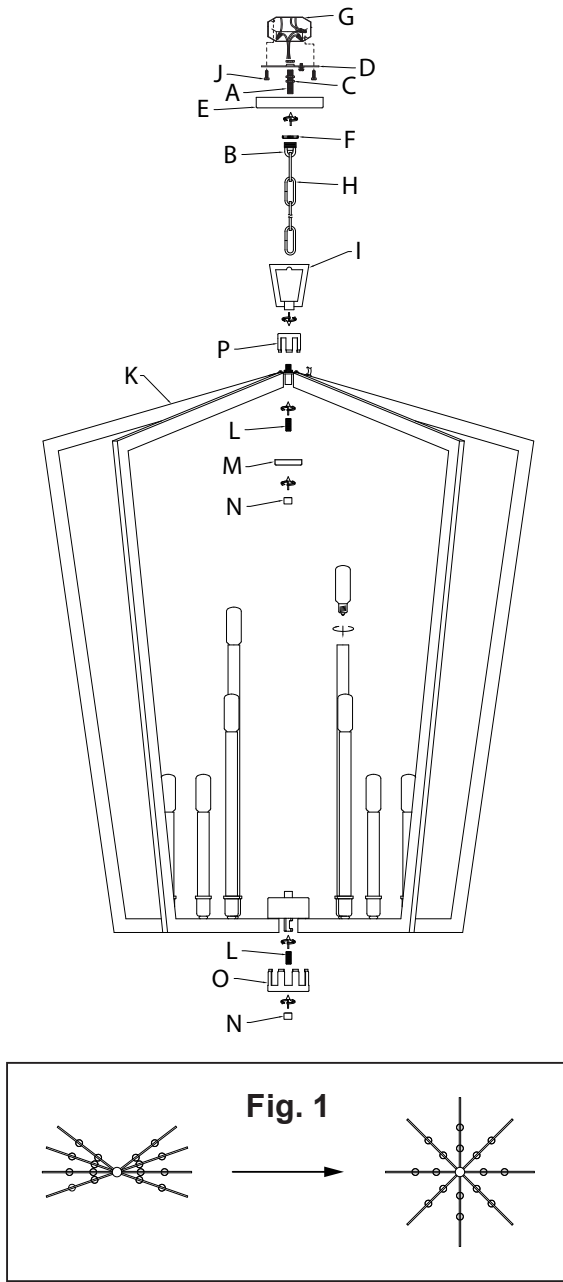

Fig. 1
- 1) Gire los brazos del artefacto hasta la posición indicada (Fig.1).